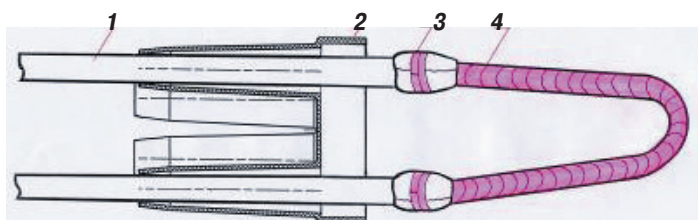

Рис. 3. Восстановление водоблокирующих свойств кабелей около обрезов оболочек:
2.4 Водоблокирующие элементы кабеля обеспечивают защиту от воды только при работе в стеснённых условиях. Поэтому в процессе восстановления поясной изоляции обмотки из водоблокирующих материалов с усилием обматывают полиэтиленовой лентой. Поверх полиэтиленовой ленты с усилием накладываются два слоя липкой виниловой ленты с перекрытием 50% (см. рис. 3 и 4).